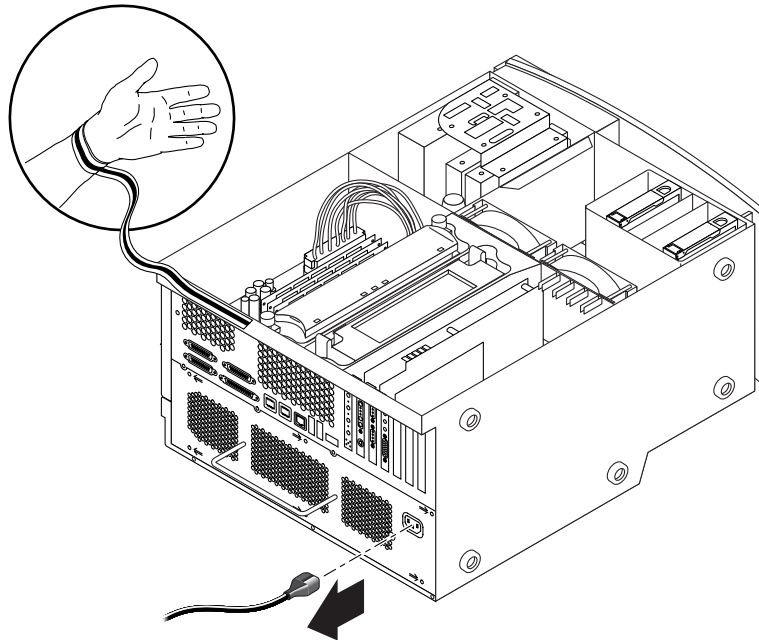

FIGURA 9 Colocación de una muñequera antiestática
1. Coloque la estación de trabajo sobre uno de sus laterales en una superficie, con el lado abierto hacia arriba (consulte la FIGURA 9).
4. Coloque el extremo de cobre de la muñequera en el chasis (consulte la FIGURA 9).